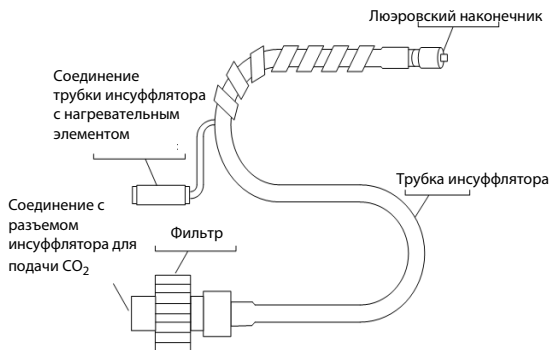

Рис. 4-10 Установленный фитинг нагревательной трубки инсуффлятора (с использованием фильтра)
2. Установите фильтр между трубкой инсуффлятора и разъемом инсуффлятора для подачи CO₂. См. Рис. 4-10.